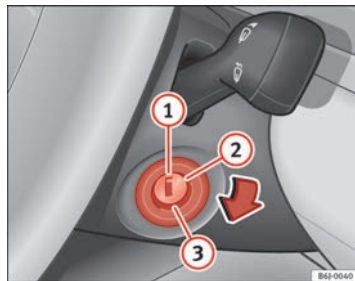

Fig. 107 Positions de la clé de contact
Dans cette position ⇒ fig. 107 l'allumage et le moteur sont déconnectés, ce qui peut bloquer la direction.
- Amenez la clé de contact en position ⇒ fig. 107 ②. Le témoin  s'allumera en cas de préchauffage du moteur.
- Lorsque le témoin s'éteint, tournez la clé en position ③ pour lancer le moteur sans appuyer sur l'accélérateur.
- Amenez la clé de contact en position ⇒ fig. 107 ①.